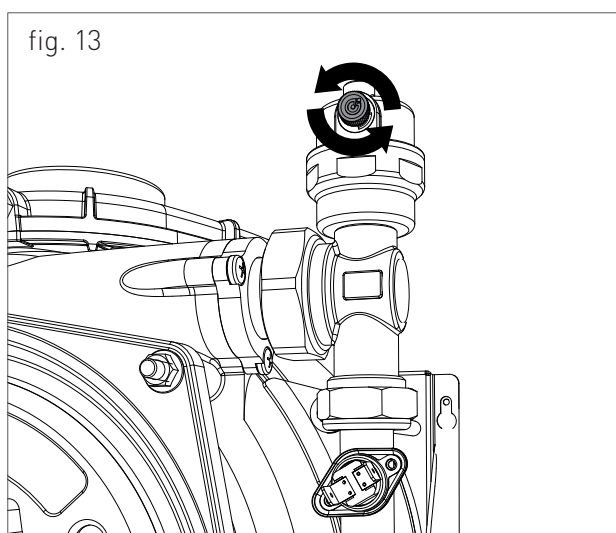

fig. 13
3. Desserrer légèrement le bouchon du purgeur d'air placé au-dessus du bloc de condensation (fig. 13) pour évacuer l'air par le haut du système ;